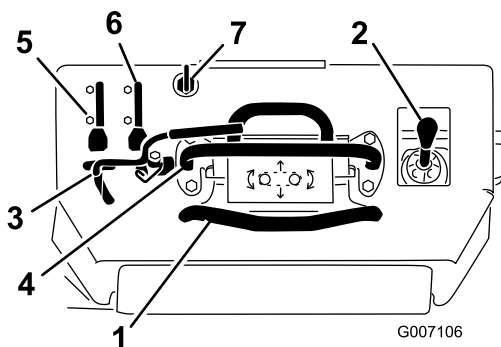
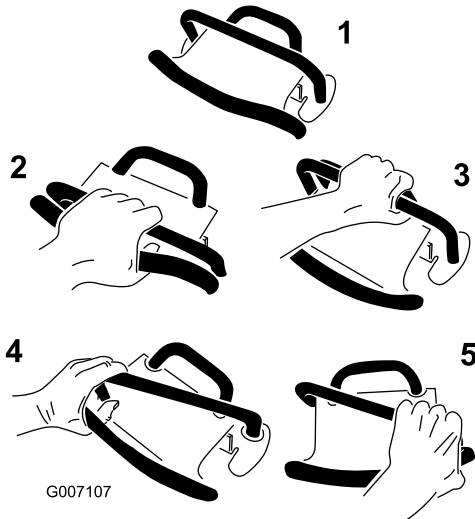

Figure 5
Figure 6
Avant de mettre le moteur en marche et d'utiliser la machine, familiarisez-vous avec toutes les commandes (Figure 5).
- Pour vous déplacer en marche avant, poussez la commande de déplacement en avant (numéro 2 en Figure 6).
- Pour vous déplacer en marche arrière, tirez la commande de déplacement en arrière (numéro 3 en Figure 6). **Regardez derrière vous et soyez très prudent lorsque vous faites marche arrière et gardez toujours les mains sur la barre de référence (Figure 5).**
- Pour tourner, tournez la commande de déplacement dans la direction voulue (numéros 4 et 5 en Figure 6).
- Pour arrêter la machine, relâchez la commande de déplacement (numéro 1 en Figure 6).